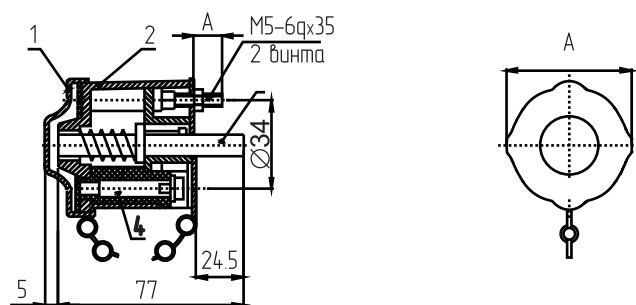

Рисунок 1
Замок (рис.1) представляет собой подпружиненный стальной шток (3) и штепсельный разъем (4), заключенные в силуминовом цилиндрическом корпусе (2). Габаритные, установочные и присоединительные размеры полностью соответствуют выпускаемым в настоящее время замкам типа ЗБ–1. Замок категории размещения 1 снабжен быстросъемной уплотнительной крышкой (1), укрепленной на цепочке.